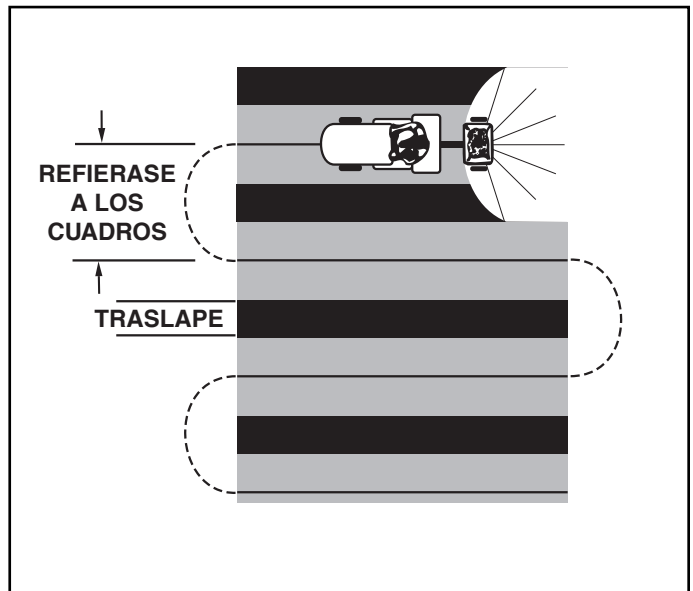

FIGURA 12
10. Para garantizar un cubrimiento uniforme, realice cada pasada superponiendo ligeramente el patrón de lanzado de la pasada anterior, según se muestra en la figura 12. Los anchos aproximados de lanzado para los diferentes materiales, se muestran en el cuadro de aplicación en esta página.